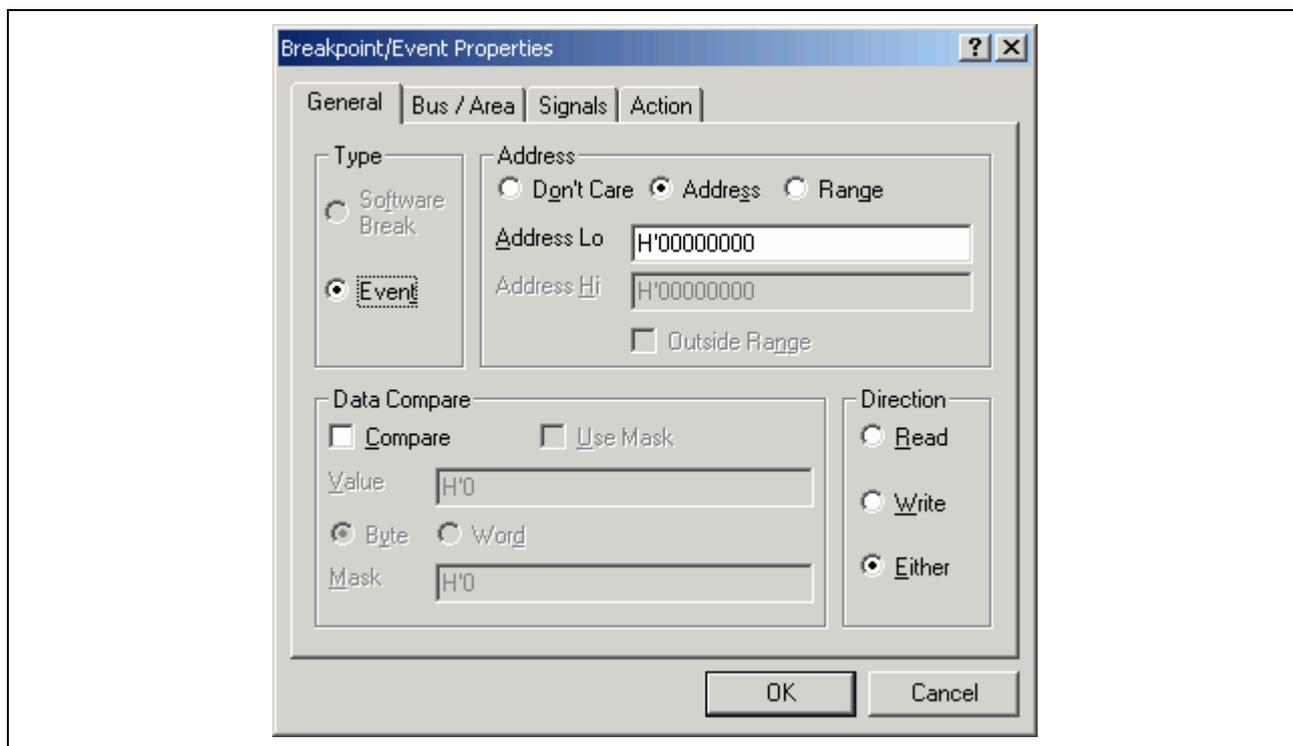

图 6.42 [Breakpoint/Event Properties]（断点 / 事件属性）对话框
2. 将用于跟踪获取的地址范围注册为事件点。在 [General]（常规）页上的 [Trace Events]（跟踪事件）分组框中单击 [Add...]（添加...）按钮，以显示 [Breakpoint/Event Properties]（断点/事件属性）对话框（参考图 6.42，[Breakpoint/Event Properties]（断点/事件属性）对话框）。